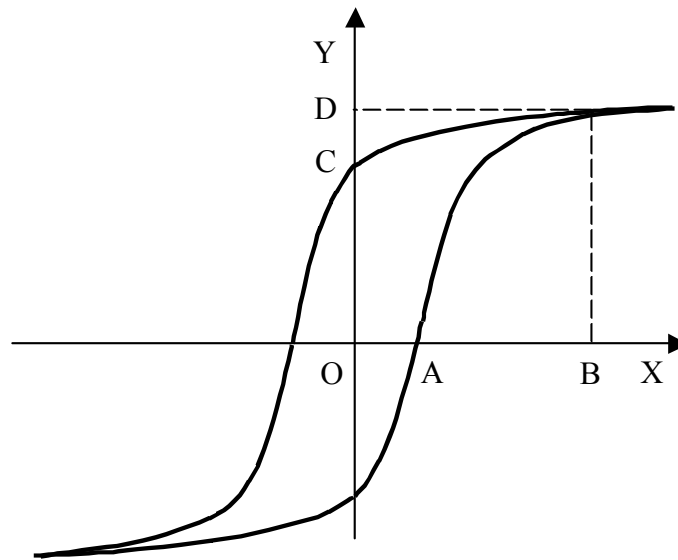

Рис. 11. Расположение характерных точек на петле гистерезиса
6. Нажав клавишу INS, вызовите на экран график петли гистерезиса, соответствующий максимальному напряжению генератора 10 Вольт (рис. 11).